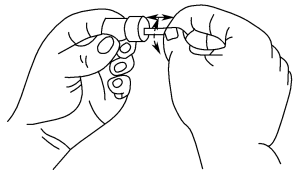

图 3-21 手工研磨密封锥面
① 针阀与针阀体配合不够光滑或滑动试验不符合要求时，可在针阀抹上清洁的凡士林或柴油，将针阀柄部夹在有纯铜钳口的台虎钳上，套上针阀体，用手进行左右转动研磨。研磨时不要拍击，时间不要过长，以免过度磨损。研磨几分钟后应将偶件清洗，并作滑动性试验，直至符合要求。
② 针阀与针阀体锥形密封面有轻微损伤（用放大镜观察针阀的锥形密封面可发现），可用手工研磨密封锥面，如图 3-21 所示。研磨时，在密封锥面上涂些氧化铬膏。注意不要涂到喷针和导向部分，以免造成部分磨损过大，甚至报废。